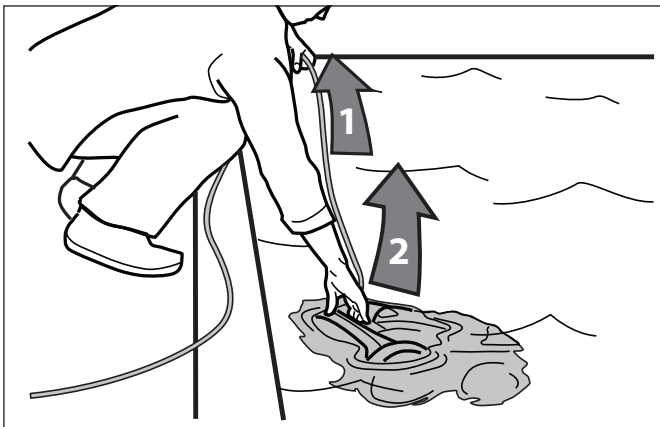

Figure 17. Retirer le robot nettoyeur de la piscine par la poignée
2. Lorsque le robot nettoyeur est à portée de main, utiliser la poignée pour le sortir de l'eau (Figures 17 et, 18). Ne jamais retirer le robot nettoyeur de la piscine en tirant sur le câble flottant.